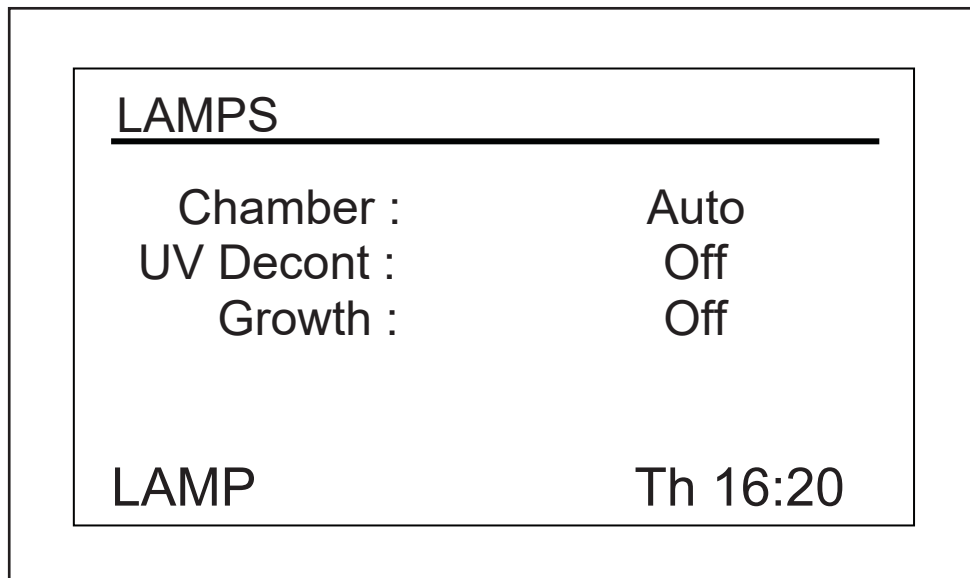

Abb. 9-6: Lampenbildschirm
In diesem Bildschirm (siehe Abb. 9-6 auf S. 56) können Sie die Kammerbeleuchtung (*Chamber*), die optionale UV-Sterilisationslampe ("Dekontaminierungslampe", *UV Decont*) und die optionalen Photosynthese-Wachstumsleuchten (*Growth*) an- bzw. ausschalten. *On* bedeutet, das Licht ist immer an, und *Off* bedeutet, das Licht ist immer aus, sofern Sie keine zusätzliche Programmierung vornehmen (siehe *Schüttler programmieren auf S. 60*).
Die aktuelle Einstellung beginnt zu blinken (in dem Beispiel-Bildschirm arbeiten wir zur Veranschaulichung mit *Chamber* für die Kammerbeleuchtung (siehe Abb. 9-6 auf S. 56)).
2. Drehen Sie den Knopf nach links oder rechts, bis die gewünschte Modus-Einstellung erscheint (in diesem Beispiel *Auto* (siehe Abb. 9-6 auf S. 56)).